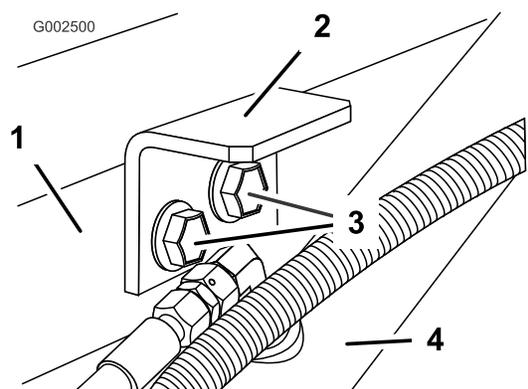

Figura 18
3. Installate le staffe di fissaggio usando i due bulloni e i dadi flangiati rimossi in precedenza (Figura 18).